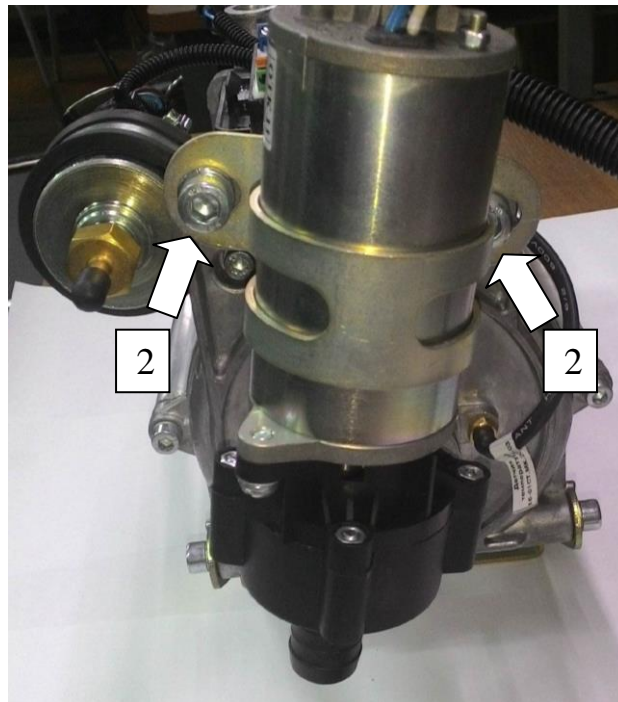

Рис.28 Расположение винтов крепления электронасоса
- отвернуть два винта М6 поз.2 рисунок 28, крепления кронштейна электронасоса;